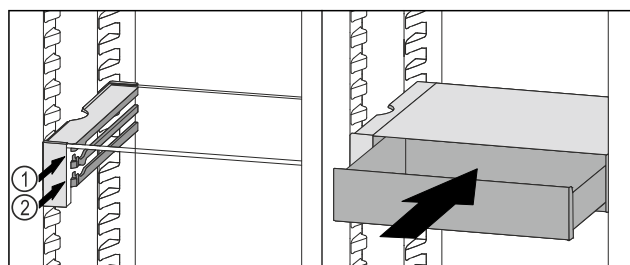

Fig. 203
- ▶ Установите выдвижной ящик VarioSafe за стопоры на требуемый выступ Fig. 203 (1) или Fig. 203 (2).